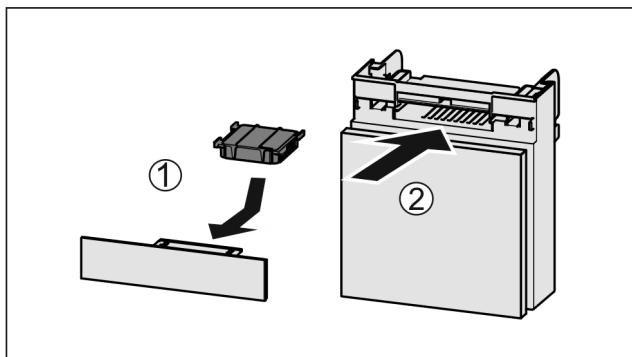

Fig. 129
- Установите фильтр с активированным углем, как показано на рисунке Fig. 129 (1).
- Вставьте отделение Fig. 129 (2).